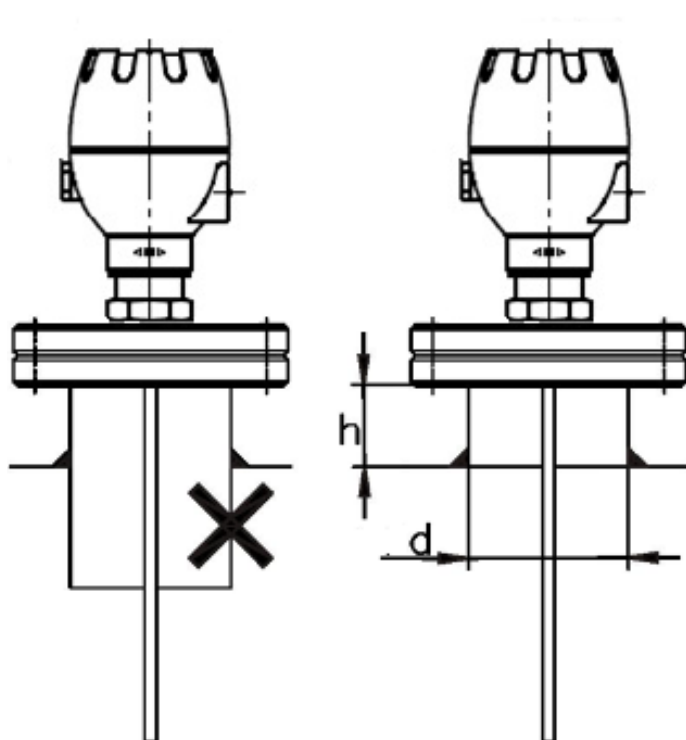

Рисунок 21 - Установка уровнемера на патрубок.
2.3.5 Уровнемер не следует устанавливать на патрубок, высота которого больше диаметра, либо на патрубок имеющий продолжение в резервуаре, особенно для тросового и стержневого зондов и для порошковых продуктов (см. рисунок 21).